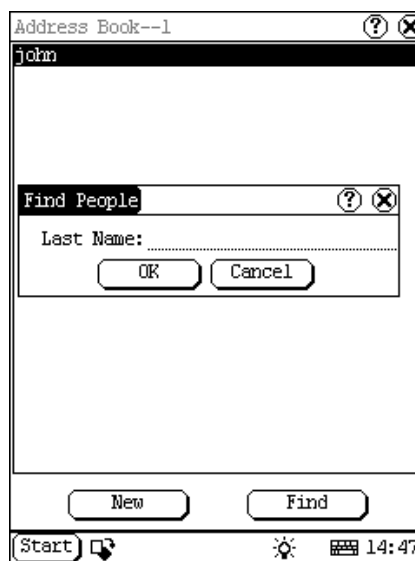

Abb. 4-22
- 1) Zum Suchen der Adresse klicken Sie auf [Suchen] auf dem Adressbuch-Interface . Siehe Abb. 4-22.